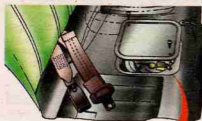

Рис. 2.81. Расположение электробензонасоса
2. Отсоединить провода от электробензонасоса (рис. 2.81), для этого наклоните подушку заднего сиденья вперед и снимите лючок электробензонасоса.